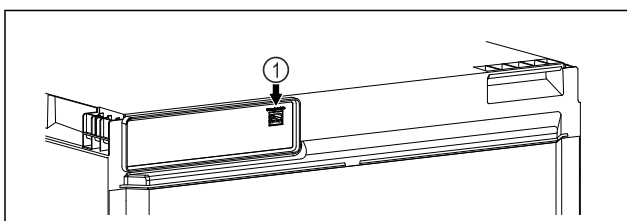

Fig. 26
- SmartModule *Fig. 26 (1)* ist eingesetzt.